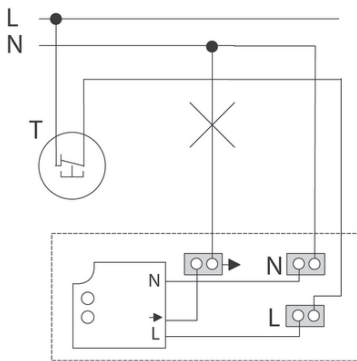

Bild 8: Kopplingsschema för rörelsedetektor
- Anslut detektorn och sidostyrningen T (tilläggsutrustning), öppnande kontakt, enligt kopplingsschemat (bild 8).